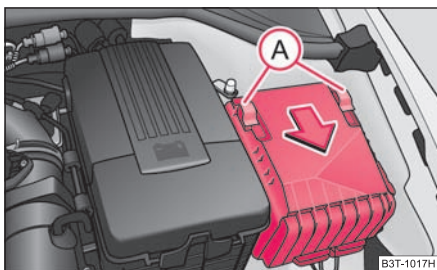

Fig. 229 Capacul cutiei de siguranțe din compartimentul motorului
- Îndepărtați capacul de siguranță de pe lateralul tabloului de bord cu ajutorul unei șurubelnițe ⇒ fig. 228, resp. capacul cutiei cu siguranțe din compartimentul motorului ⇒ pagina 252, fig. 229.
- Deplasați mânerul de siguranță **A** ⇒ fig. 229 până la limită, în spatele mânerului de siguranță apare simbolul ; scoateți capacul.